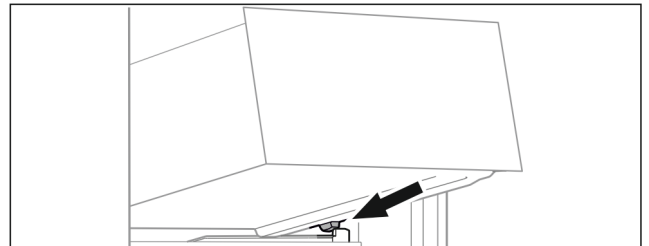

Fig. 97
- ▶ Schubfach schräg hinter den Stopperrippen auf Behälterrippe aufsetzen. (siehe Fig. 97)